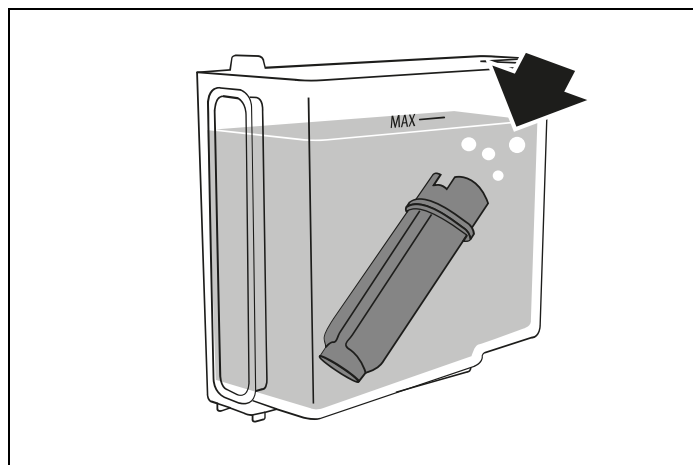

Fig. 62
- 3) **Sänk ned filter i vattentanken så att luftbubblor evakueras** (Fig. 62 ). För in filtret i vattentanken och sänk ned det helt i cirka 10 sekunder. Luta papperet och tryck lätt på det för att evakuera luftbubblorna. Tryck på  NEXT.